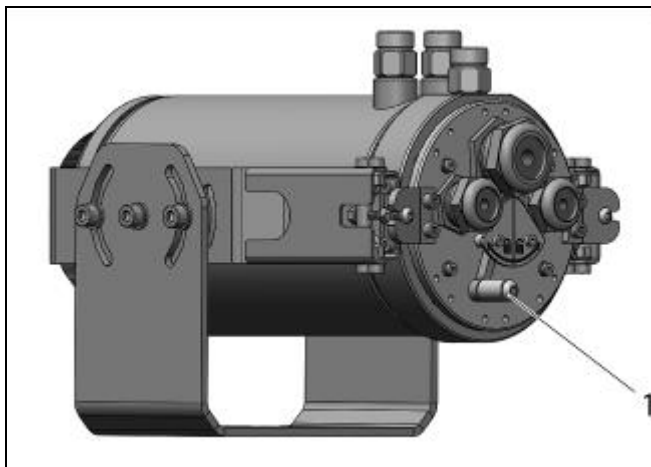

Abbildung 37: Rückansicht CoolingJacket mit Verriegelungshebel
6. Schieben Sie den Verriegelungshebel nach links (Symbol: ) , damit das Chassis exakt an der Innenfläche des Gehäuses anliegt (**Abbildung 37**).
4. Schieben Sie den Verriegelungshebel nach links (Symbol: ) , damit das Chassis exakt an der Innenfläche des Gehäuses anliegt (**Abbildung 37**).